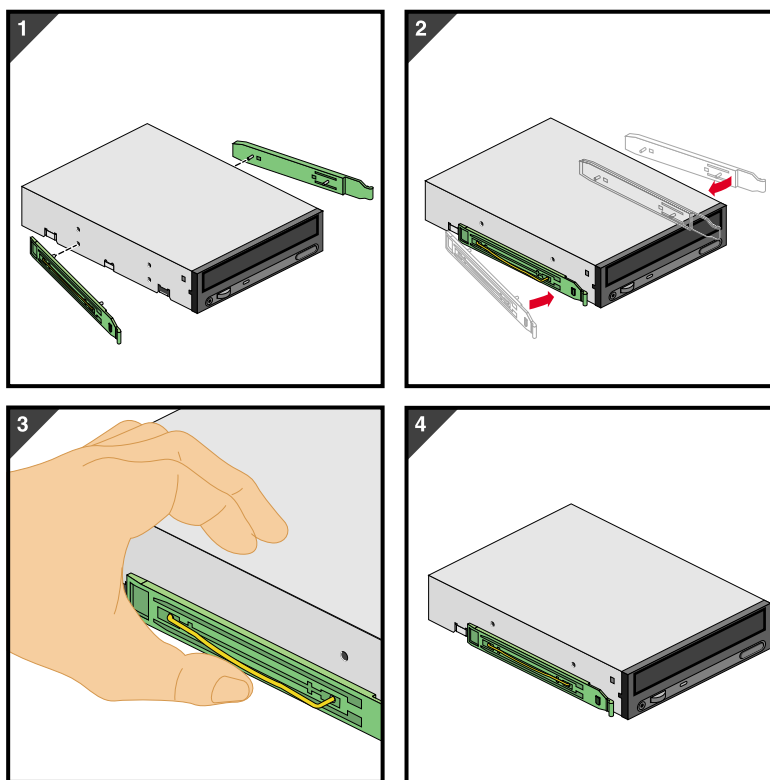

図 2-8 ドライブレールの5.25インチドライブへの装着
3. ドライブレールをドライブに装着するには、ドライブレールのワイヤークリップの一方の端をドライブのネジ穴にはめ込みます。ドライブレールの真ん中をそっと押して、ワイヤークリップのもう一方の端をネジ穴にしっかりとめ込みます。図2-8にその手順を図示します。